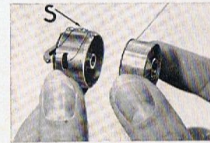
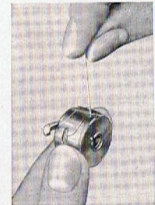
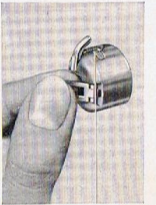

Abb. 13
Abb. 14
Abb. 15
**Das Einfädeln der Spulenhülse** (Abb. 13, 14 und 15). Die mit Garn gefüllte Spule nehme man so in die rechte Hand, daß der Faden von links nach rechts abläuft (Abb. 13). Mit der linken Hand ergreife man die Spulenhülse und setze die Spule in sie hinein (Abb. 13). Dann ziehe man den Faden mit der rechten Hand durch den Schlitz in den Spulenhülsenrand (Abb. 14) und weiter nach links unter die Spannungsfeder. Das Fadenende lasse man, wie in Abb. 15 gezeigt, neben dem Stellungsfinger der Spulenhülse herunterhängen.